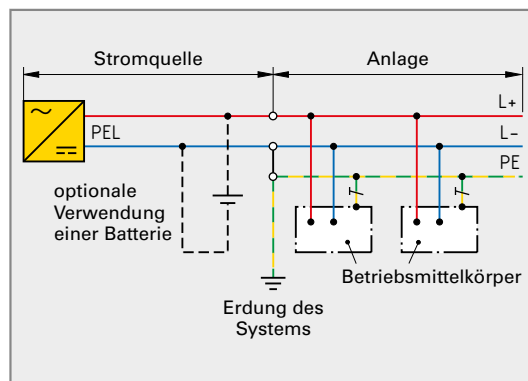

Bild 3: Verteilungssystem zu Frage 5
5. Gleichstrom-Systeme werden nach der Art der Erdverbindung unterschieden. Welches Gleichstromsystem zeigt **Bild 3**?